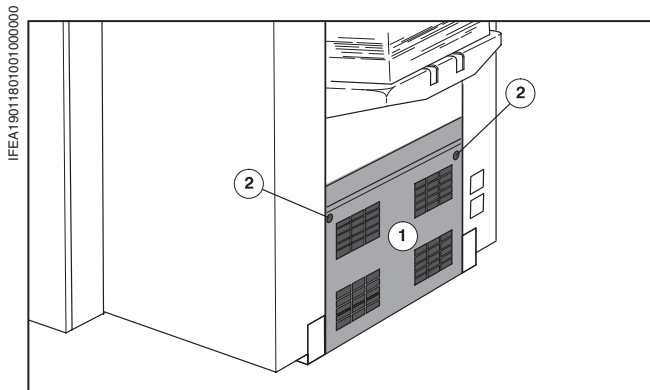

Рис. 3 Защитное ограждение под самонакладом
Доступ к насосу открывается после удаления защитного ограждения под самонакладом (Рис. 3/①). Проверяйте фильтр, по крайней мере, **один раз в неделю**, а при сильных загрязнениях пылью и противоотмарывающим порошком проверяйте чаще.
- ① Выключите главный выключатель.
- ② Ослабьте винты (Рис. 3/②) на пол-оборота против часовой стрелки.
- ③ Снимите защитное ограждение (Рис. 3/①).